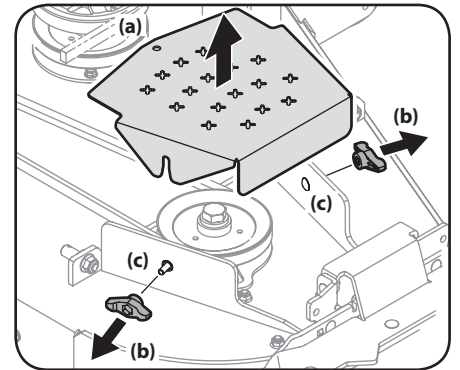

Figure 4-16
3. Pour retirer les couvercles de courroies (a), retirez les écrous papillons (b) des boulons de carrosserie (c) qui fixent les couvercles sur le plateau de coupe. Voir Figure 4-16.
4. L'écrou devrait maintenir les boulon (c) en place. Sinon, installez la quincaillerie comme illustré sur la Figure 4-16.